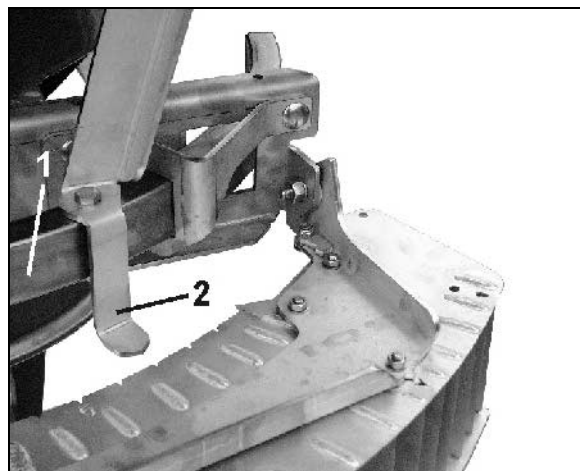

Fig. 60
2. Gränsspridningsskärmen ställs in på styrskenan (Fig. 60/1) så att pilen (Fig. 60/2) står vid det i såtabellen angivna värdet (Fig. 58).